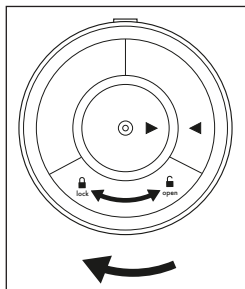

Abb. 2
7. Setzen Sie den Batteriefachverschluss **13** wieder ein. Drehen Sie den Batteriefachverschluss **13** im Uhrzeigersinn in Richtung **lock** , bis die beiden Markierungen ► ◀ auf gleicher Höhe sind und der Batteriefachverschluss **13** hörbar einrastet (siehe Abb. 2).